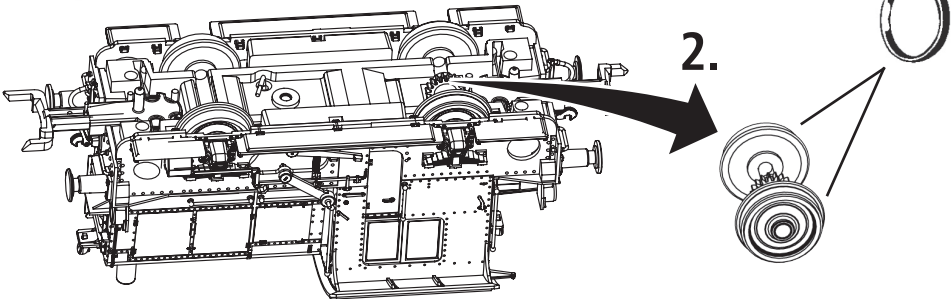

Fig. 8
3. Haftreifenwechsel: Zuerst den Getriebedeckel abnehmen (Fig. 7). Danach den **Radsatz** herausnehmen und die **Haftreifen** mit einer Nadel od. mit einem feinen Schraubendreher abziehen (Fig. 8). Beim Aufziehen der neuen Haftreifen darauf achten, dass diese sich nicht verdrehen.
3. Change of traction tyre: Remove the gear cover (fig. 7). Take out **wheel set** and remove **traction tyre** using a pin or a fine screwdriver (fig. 8). When pressing on the new traction tyre please **avoid twisting it**.
Démontez d'abord **le couvercle du carter des engrenages** des engrenages (fig. 7). Délogez ensuite les essieux bandagés et enlevez, à l'aide d'une aiguille ou d'un tournevis fin, les bandages d'adhérence (fig. 8). Lors du montage des nouveaux bandages veuillez veiller à ce que les bandages **ne soient pas tordues**.